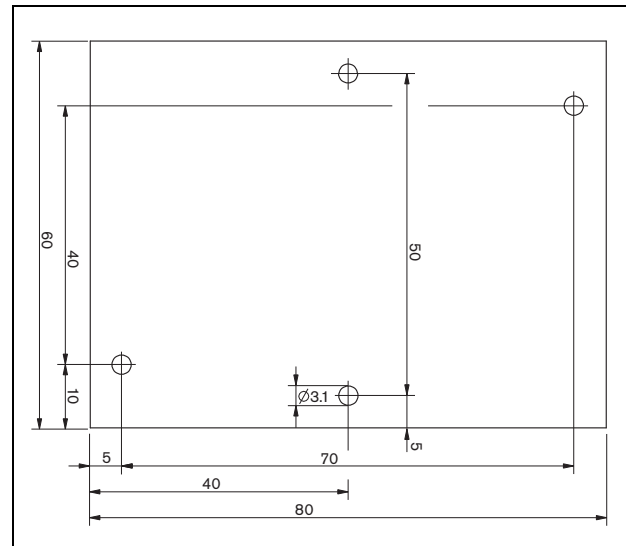

abbildung 12.5: Abmessungen der Supervision-Slave-Platine
- 1 Verwenden Sie die Löcher in der Supervision-Slave-Platine (siehe abbildung 12.5), um sie in einen Lautsprecher einzubauen. Die Spulen auf der Supervision-Slave-Platine müssen einen Abstand von 30 mm oder mehr vom Lautsprechermagneten und einen Abstand von 50 mm oder mehr vom Lautsprecher-Transformator einhalten, da der ordnungsgemäße Betrieb des Supervision-Slave ansonsten durch die Magnetfelder beeinträchtigt werden kann.